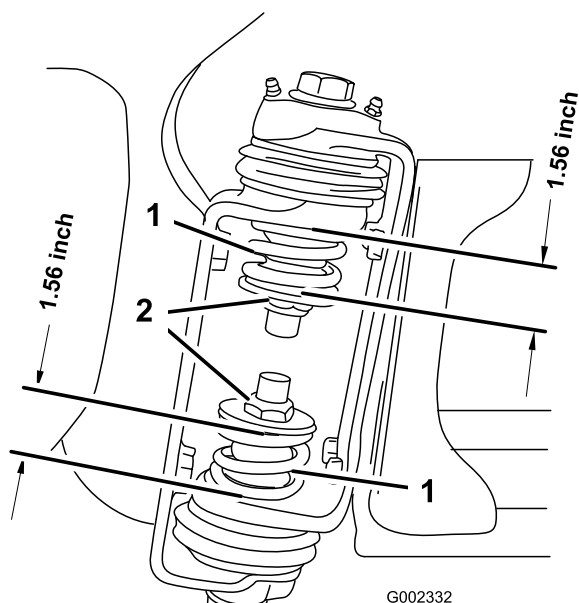

Figura 3
3. Na dobradiça da rampa, meça a compressão das molas superior e inferior enquanto as rampas estão na sua posição estendida (Figura 3).